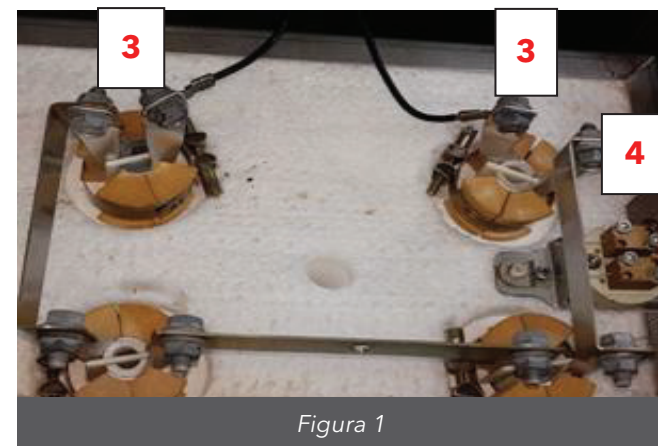

Figura 1
2. Conectar as resistências com as fitas metálicas na posição correta, de acordo com a figura 1 utilizando duas chaves n° 10. Apertar as chaves em direções opostas.
3. As duas resistências frontais necessitam de cabos de energia conforme a figura 1.